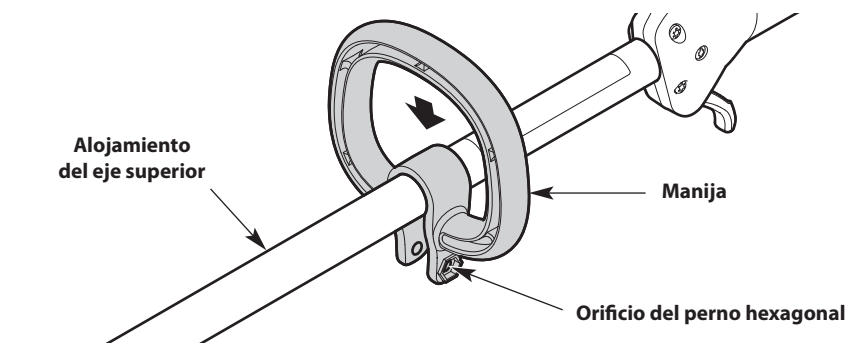

Fig. 8
1. Oprima la manija hacia abajo sobre el alojamiento del eje superior (Fig. 8). Asegúrese de que el orificio del perno hexagonal mire hacia la izquierda (Fig. 8).